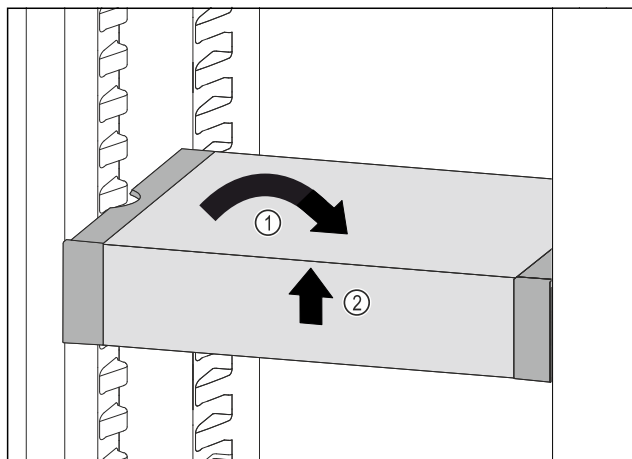

Fig. 85
- ▶ Poziționați drept VarioSafe. Fig. 85 (1)
- ▶ Ridicați în față VarioSafe. Fig. 85 (2)